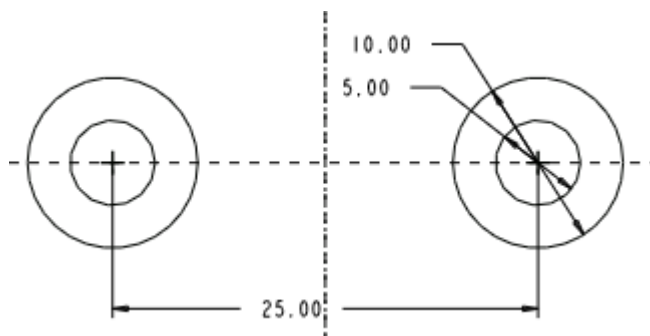

图 54-4
- (3) 单击【草绘】按钮，进入草绘工作环境，绘制如图 54-4 所示的关于竖直中心线对称的两对同心圆。